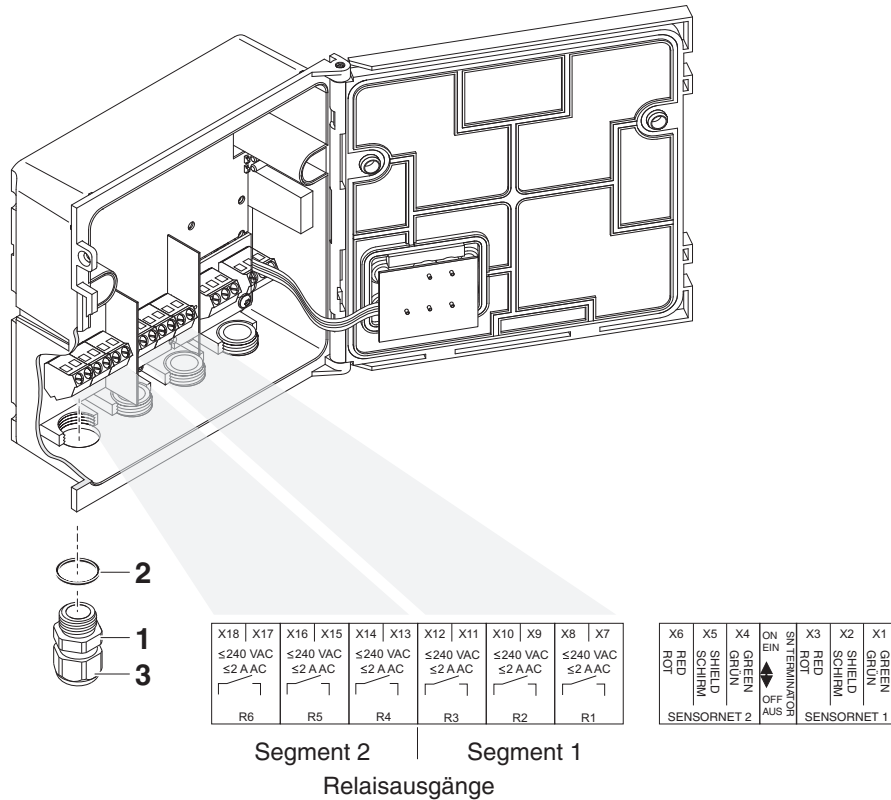

Bild 3-1 Klemmleiste mit den Relaisanschlüssen
- 2 Die Kabelverschraubung (Pos. 1 in Bild 3-1) mit dem Dichtring (Pos. 2) in das Modulgehäuse einschrauben.
- 3 Die Überwurfmutter (Pos. 3 in Bild 3-1) lockern.
- 6 Die Überwurfmutter (Pos. 3 in Bild 3-1) festziehen.